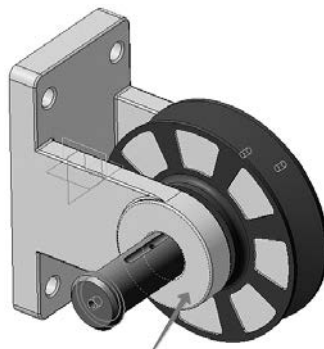

Рис. 34. Выбор элемента совпадения детали «Вилка»
2.4.8 Поверните сборку и укажите грань на *Вилке*, в которую при сборке должна упереться *Ось* (рис. 34).